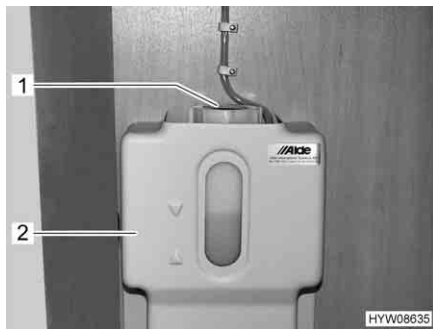
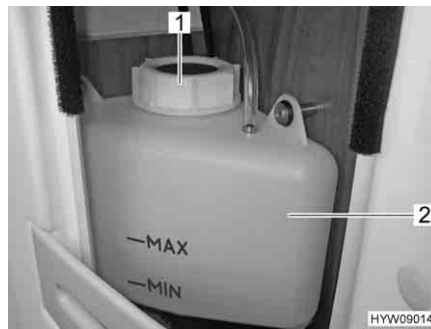

Fig. 210 Vaso d'espansione del riscaldamento ad acqua calda (armadio guardaroba)
Fig. 211 Vaso d'espansione del riscaldamento ad acqua calda (vano doccia)
- Controllare se il livello del liquido nel vaso d'espansione (Fig. 210,2 o Fig. 211,2) è tra le righe del "MIN" e del "MAX".
- Aprire il coperchio (Fig. 210,1 o Fig. 211,1) del vaso di espansione.